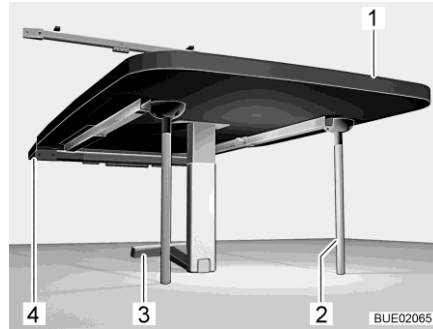

Fig. 138 Tavolo sospeso come struttura di supporto letto
- Sollevare il piano del tavolo (Fig. 138,1) dal davanti.
- Ribaltare di 90° la parte inferiore del supporto snodabile (Fig. 138,3).
- Inserire altri due montanti di supporto (Fig. 138,2) negli alloggiamenti sul lato inferiore del piano del tavolo.
- Inserire il tavolo nel listello di supporto inferiore (Fig. 138,4) e bloccarlo.